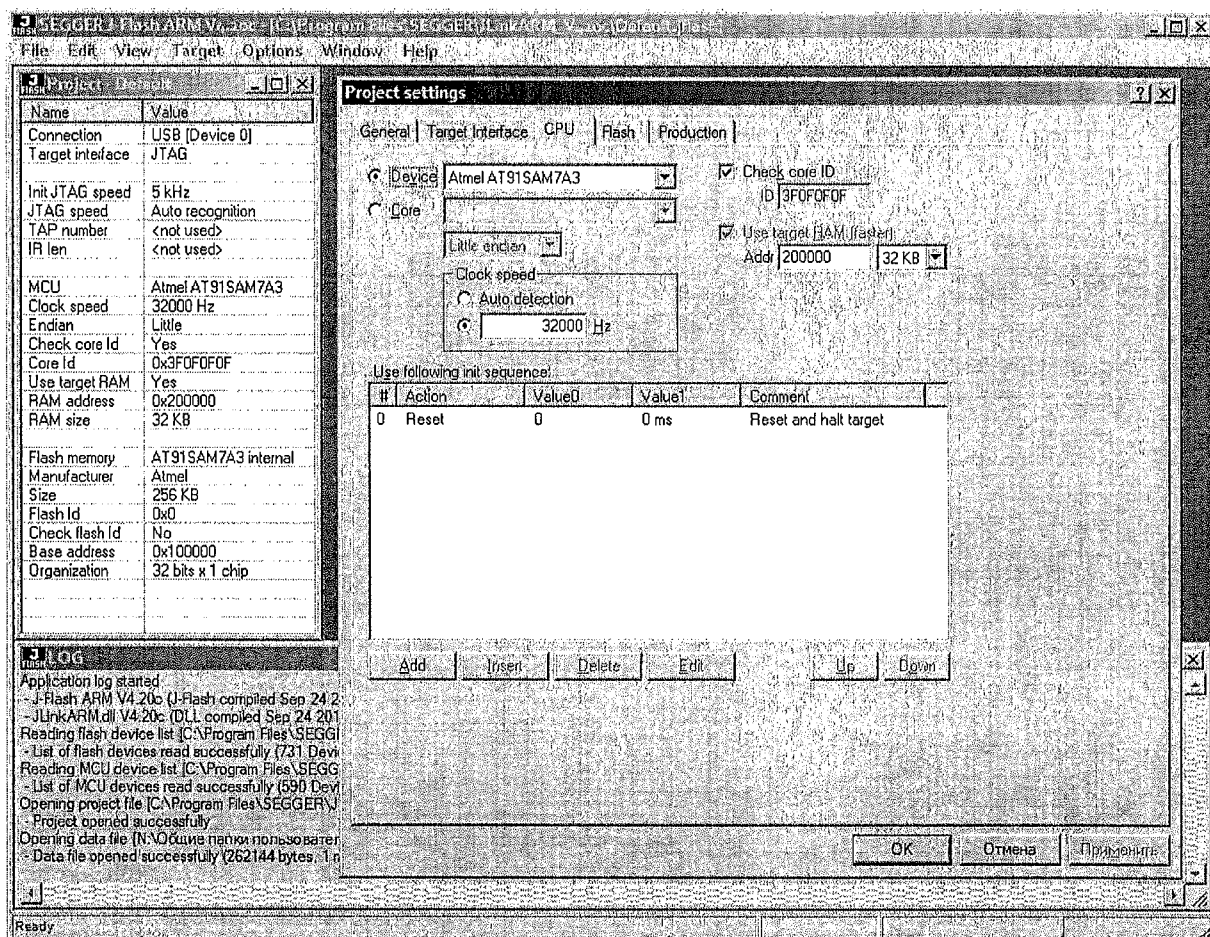

Рисунок 1 — Окно выбора микропроцессора.
- 5) В окне в меню «Device:» выбрать «Atmel AT91SAM7A3» (см. рис. 1).